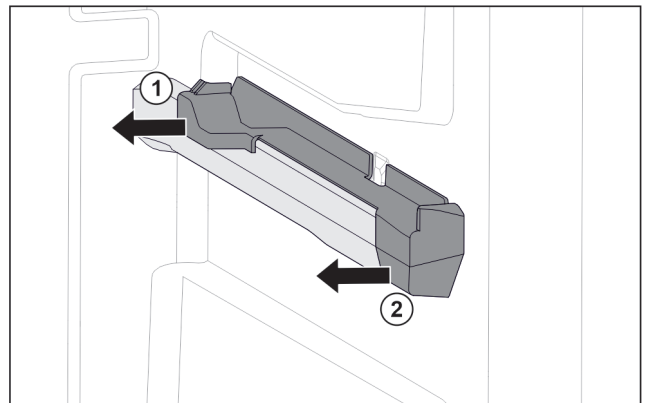

Fig. 73 右侧容器肋梁上的插装件
- ▶ 将插装件后部拉到一侧。 Fig. 73 (1)
- ▶ 将插装件前部拉到一侧。 Fig. 73 (2)